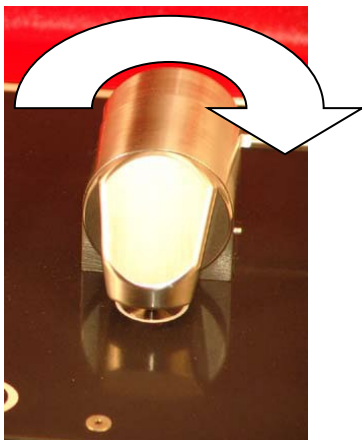

図4：アクセサリ・ウィンドウが下を向いた状態の TumblIR
サンプル分析モードでは、TumblIRは、アクセサリ光学ウィンドウが下の4500t FTIRサンプル・マウント領域を向くように回転します。この位置では、赤外（IR）エネルギーがサンプルを通過し、測定が可能になります。TumblIRアームが戻り止めに達し、定位置にはまるまで、TumblIRアームを完全に回してください。この戻り止めによってサンプル測定中にアクセサリが固定されます（図4を参照）。
- 4 アームを定位置に納まるまで時計回りに回して、デバイスを閉じます (図4を参照)。
サンプル分析モードでは、TumbIIRは、アクセサリ光学ウィンドウが下の4500t FTIRサンプル・マウント領域を向くように回転します。この位置では、赤外（IR）エネルギーがサンプルを通過し、測定が可能になります。TumbIIRアームが戻り止めに達し、定位置にはまるまで、TumbIIRアームを完全に回してください。この戻り止めによってサンプル測定中にアクセサリが固定されます（図4を参照）。
- 4 アームを定位置に納まるまで時計回りに回して、デバイスを閉じます（図4を参照）。